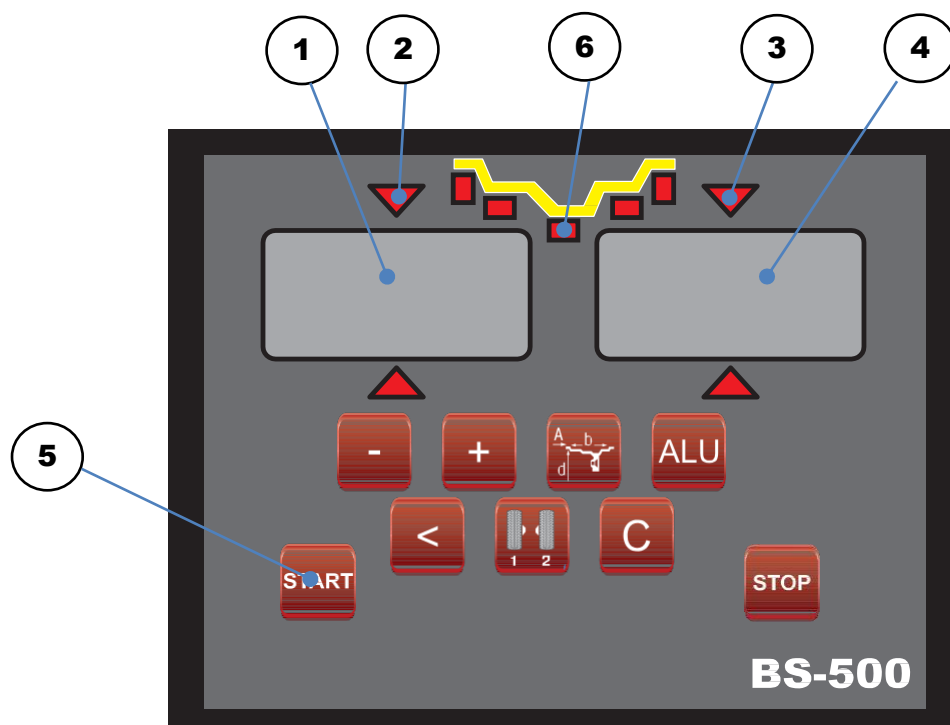

рис.8.1.
8.1. Общий вид лицевой панели показан на рис. 8.1.
Для ввода дистанции нажмите кнопку "+" или "-" на индикаторах 1 (рис.8.1) высветится "-А-", а на индикаторах 4 значение дистанции. Через 2-3 сек, после установки дистанции, индикаторы возвращаются в режим отображения текущего дисбаланса.
10.4. Для последовательного ввода размеров обода нажмите кнопку "A, d, b", после чего на индикаторах 1 (рис.8.1) будут последовательно загораться символы "-А-", "-b-" и "-d-", а на индикаторах 4 величина дистанции, ширины и диаметра соответственно, кнопками "-" и "+" измените эти параметры. Через 2-3 сек, после установки параметров, индикаторы возвращаются в режим отображения текущего дисбаланса.
11.1. Переключение схем ALU1-ALU5 осуществляется последовательным нажатием кнопки "ALU" при этом схема установки грузов отображается загоранием соответствующих светодиодов б (рис.8.1), кроме того, на индикаторах 1 отображаются символы ALU, а на индикаторах 4 номер 1-5. Через 2-3 сек. после установки требуемой программы ALU индикаторы 1-4 переходят в режим отображения дисбаланса.
Эта функция обеспечивается тем, что каждый раз при вводе новых геометрических параметров и установке требуемой программы ALU, предыдущее состояние запоминается. Для перехода от одного набора параметров к другому необходимо нажать кнопку "1-2". Визуальный контроль того, какие параметры установлены в данный момент, осуществляется нажатием "A,d,b" на индикаторах 4 (рис.8.1) будут последовательно отображены, установленные в данный момент диаметр и ширина обода и дистанция.
13.1. При включении тумблера питания СБ на индикаторах 1 (рис. 8.1) высвечивается трёхзначное число -номер версии программного обеспечения. Через 2-3 сек на индикаторах 1 и 4 должны загореться нули, кроме того должны загореться светодиоды б, что свидетельствует о включении режима стандартной балансировки с установкой на обеих плоскостях коррекции грузиков на пружинках. На светодиодах 2 и 3 (рис. 8.1) должны загореться оба светодиода.
13.2. При включении СБ программа измерения дисбаланса настраивается таким образом, что дисбаланс менее 8 г (заводская установка) на любой плоскости коррекции не показывается, в этом случае на индикаторах 1 и 4 (рис. 8.1) высвечиваются "0". Минимальный дисбаланс отображающийся на индикаторах 1 и 4 равен 8г. Дисбаланс, превышающий 8г, округляется до величины кратной 5, т. е. дисбаланс 9, 10, 11 и 12 г отображается цифрой 10, дисбаланс 13, 14,15, 16 и 17 г - цифрой 15 и т. д. Для просмотра неокруглённого значения дисбаланса или дисбаланса менее 8г. необходимо нажать кнопку "<", при этом на индикаторах 1 и 4 на 2-3 сек высвечиваются фактические значения дисбаланса, определённые в данном запуске.
13.5.1. Поднимите защитный кожух. Вручную поворачивайте колесо в направлении, которое показывают светодиоды 2 и 3 (рис. 8.1.) до тех пор, пока не загорятся оба светодиода и начнут мигать вместе с значением массы корректирующих грузов.
14.2.1. Войти в программу калибровки СБ, для чего нажать и удерживать кнопку "С". На индикаторах 1 и 4 (рис.8.1), появятся мигающие символы "CAL". После звукового сигнала символы "CAL" загорятся постоянно.